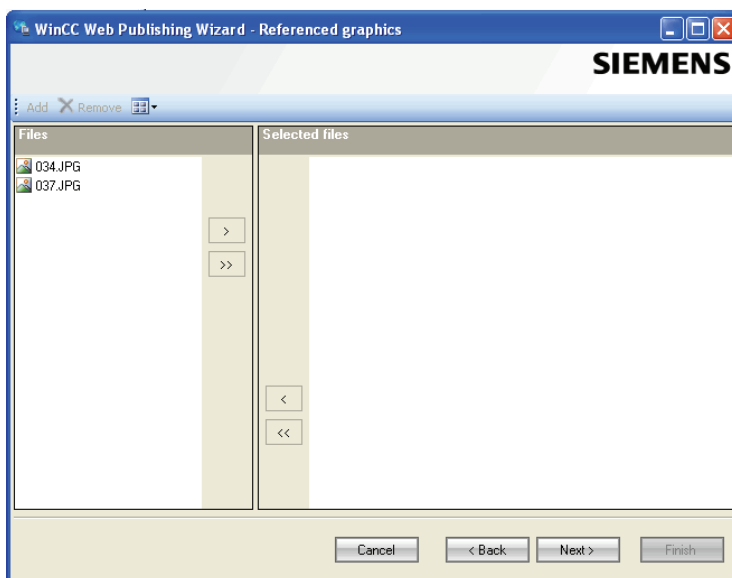

图 15-22 “WinCC Web Publishing Wizard-Referenced graphics” 对话框
10) 选择在希望发布的过程画面 (*.PDL) 中要引用的图形，如图 15-22 所示。